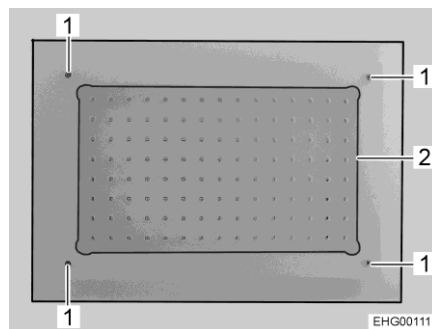

Bild 299 Taklampa
- Skruva ur 4 skruvar (Bild 299,1).
- Ta bort glasplattan (Bild 299,2) med fastmonterade lysdioder.
- Sätt på den nya glasplattan inklusive lysdioder och skruva i 4 skruvar (Bild 299,1).